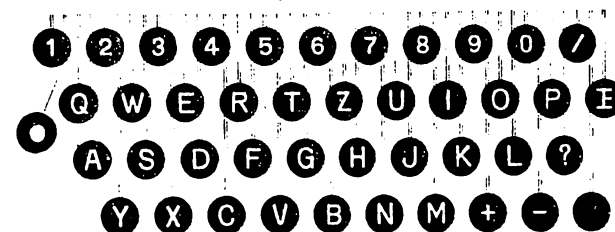

Abb. 4
| Abb. 4. Tastenwert des Senders | 11 |
17. Der Sender ist ein mit einem Schreibmaschinentastentext ausgerüsteter Handgeber mit insgesamt 43 Tasten (Abb. 4).